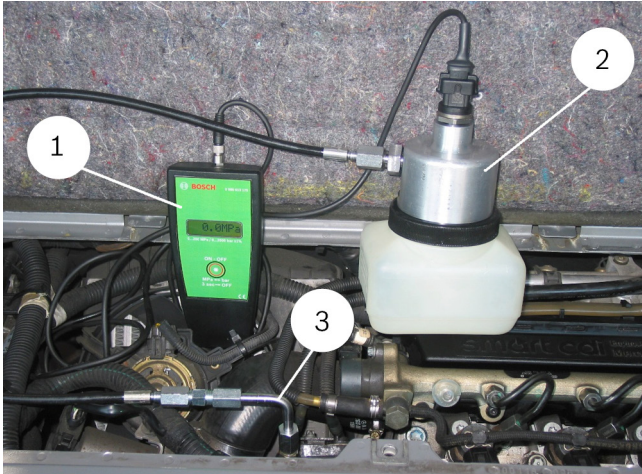

Abb. 13: Exempel: Anslutning till common rail-högtryckspump CP 1
4. Anslut 60 MPa-slangen (fig. 13, pos. 3) med tillhörande anslutningsadapter, vinkel, mutter och tryckring (vänstergängad) till högtryckspumpen.
5. Anslut slangen till tryckbehållarmodulen (fig. 13, pos. 2).
7. Anslut anslutningskabeln till den digitala tryckmätaren (fig. 13, pos. 1) och skentryckbehållaren på tryckbehållarmodulen (fig. 13, pos. 2).